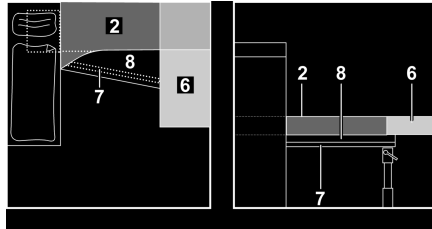

Fig. 79 Pendant la transformation
- Accrochez la barre du lit (Fig. 79,7) et la faire coulisser aussi loin que possible vers l'arrière.
- Posez la planche supplémentaire (Fig. 79,8) sur la barre du lit et le coffre de banquette.